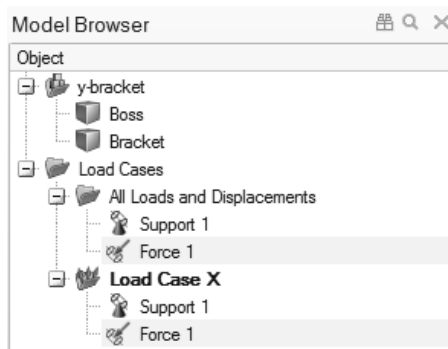

图 5-11
4) Force 1 同时出现在模型浏览器中的 All Loads and Displacements 文件夹和 Load Case X 文件夹中，如图 5-11 所示。